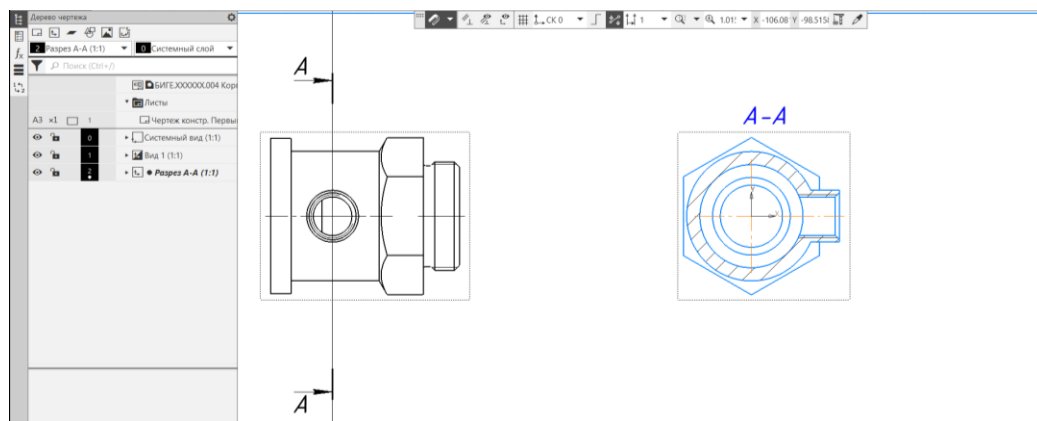

Рис. 11 Создание профильного разреза с помощью команды «Линия разреза/сечения»
- **Черчение – Обозначения – Линия разреза/сечения.** На виде Спереди указать положение секущей плоскости. Назначить параметры текста для обозначения разреза (шрифт *GOST type B*, размер 7 мм, курсив) (рис. 11).